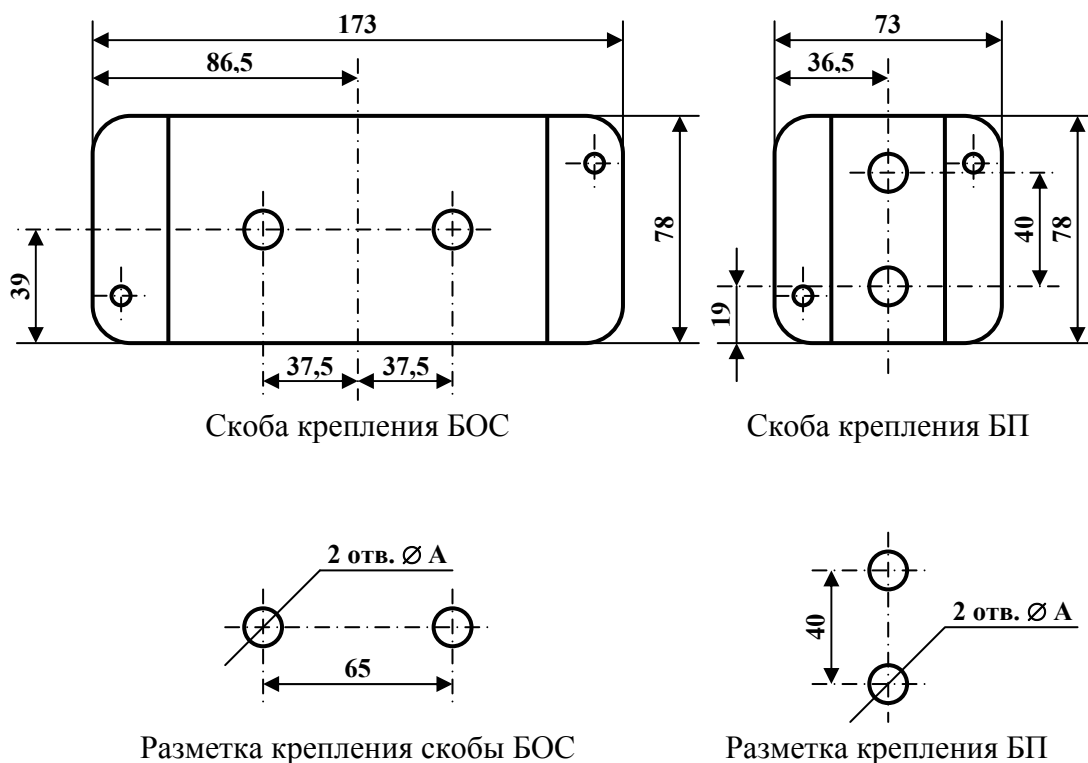

Рис. 12.1. Разметка и габаритные размеры скоб крепления БОС и БП.
12.3. Произведите разметку для установки скобы крепления блока обработки сигналов и блока питания в соответствии с рисунком 12.1. Просверлите отверстия необходимого диаметра и глубины в соответствии с типом ограждения (таблица на рис. 12.1). Для крепления скоб на бетонное, кирпичное или деревянное ограждение используйте анкера М8х25 (М8х40), входящие в комплект поставки. Для крепления скоб на металлическое основание (на плоское металлическое ограждение или внутрь металлической распределительной коробки) используйте винт М6х16 (М6х12) с гайкой М6 или без неё. Винты М6 с гайками и шайбами входят в комплект поставки.